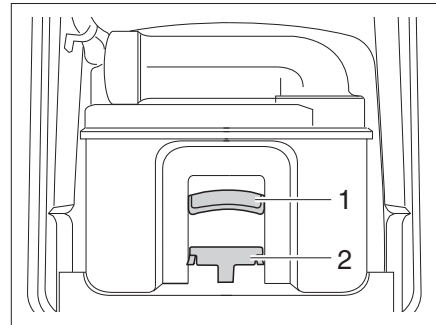

Fig. 250 Cassette Thetford
- Tirer l'étrier de fixation (Fig. 250,2) vers l'avant pour déverrouiller la cassette de toilette et extraire la cassette par la poignée (Fig. 250,1).